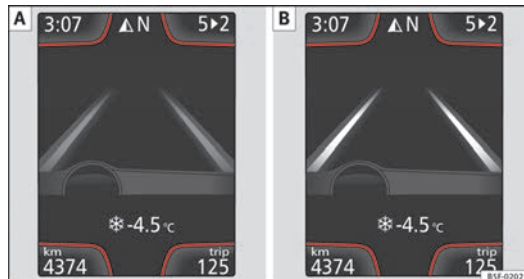

Fig. 141 En la pantalla del cuadro de instrumentos: Indicación en la pantalla del sistema de aviso de salida del carril (ejemplo 1).
- El sistema está activado, pero no disponible, bien por no haber alcanzado la velocidad mínima o bien porque no reconoce las líneas de carril ⇒ fig. 141 [A].
- El sistema está activado y disponible, tiene las dos líneas del carril reconocidas. En este momento no está corrigiendo la trayectoria ⇒ fig. 141 [B].